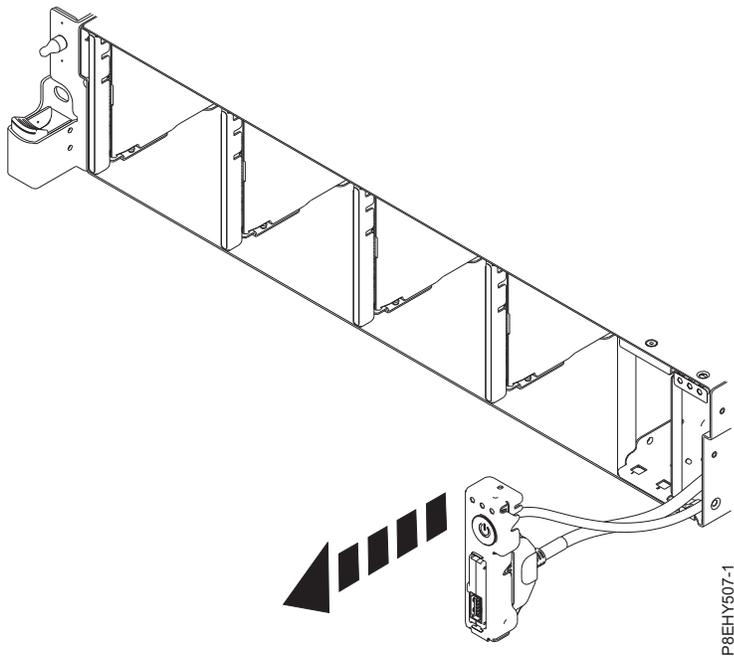

Figura 22. Puxe o comutador e o cabo
9. Puxe o comutador de energia do sistema. Consulte Figura 22.